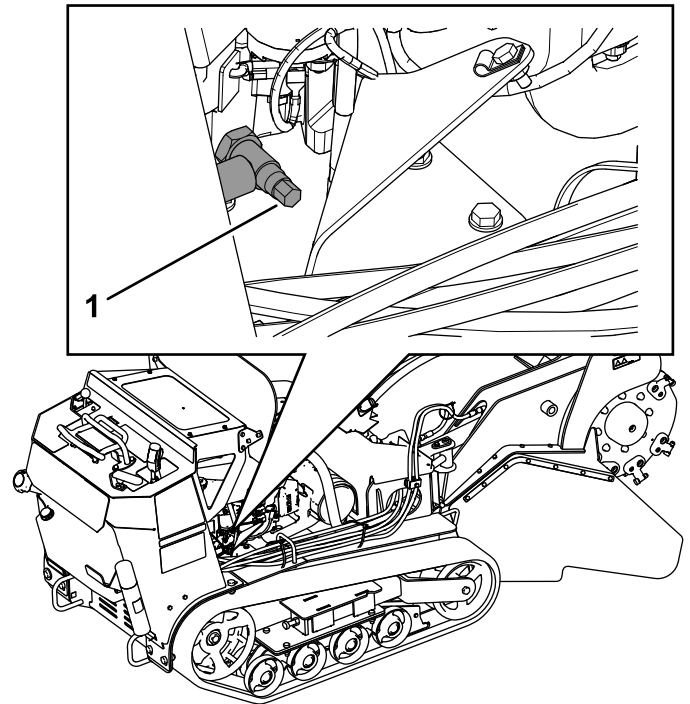
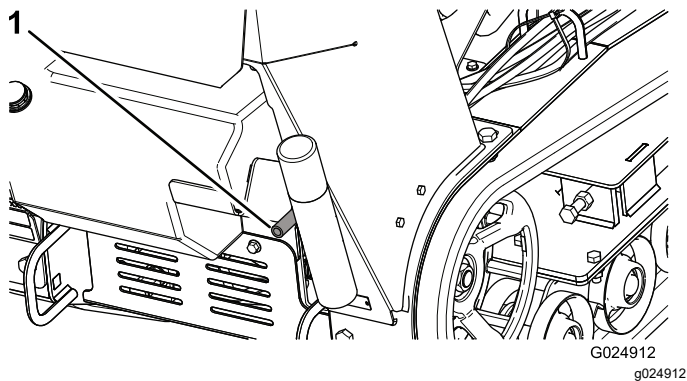

Figura 32
Figura 33
5. Coloque um recipiente debaixo do tubo de escoamento de óleo. Rode a válvula de drenagem de óleo para deixar o óleo drenar (Figura 32 e Figura 33).